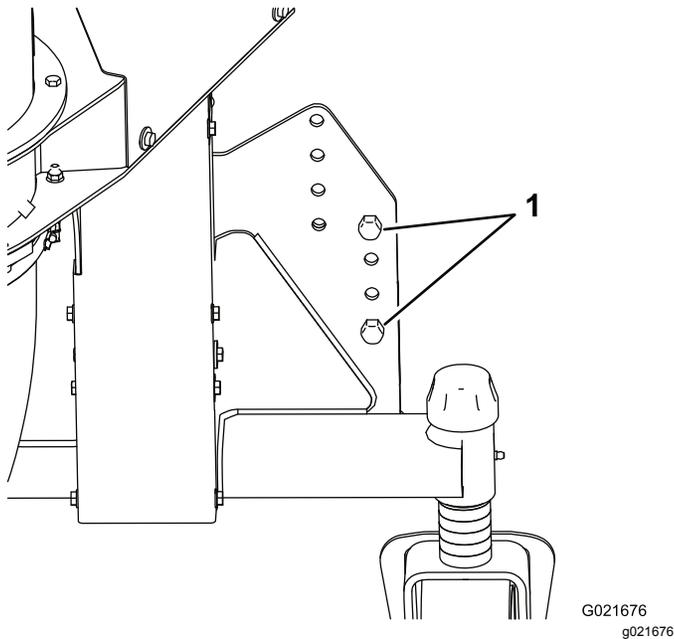

図 7
9. クレーンを脇にずらし、ストラップで吊った状態でキャスタホイールが床面に接触するまでフロアを下降させる 図 7。